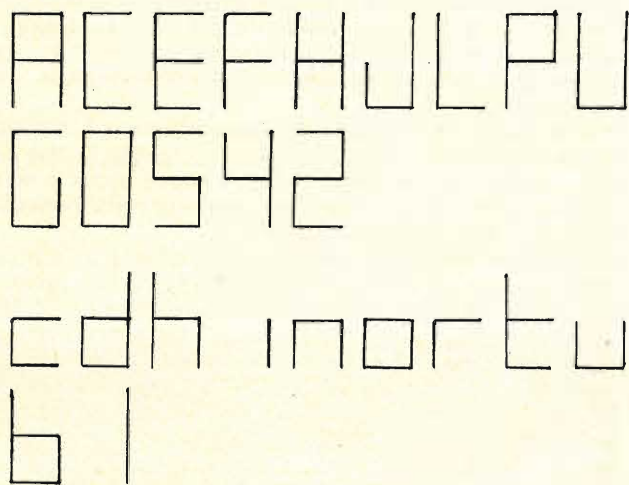

figura 3
1) Non tutte le lettere sono realizzabili: alcune lo sono (come H), altre non lo sono (M), altre lo sono con una certa distorsione (G) o con ambiguità (S si confonde con il 5). In figura 3 c'è una panoramica in questo senso.